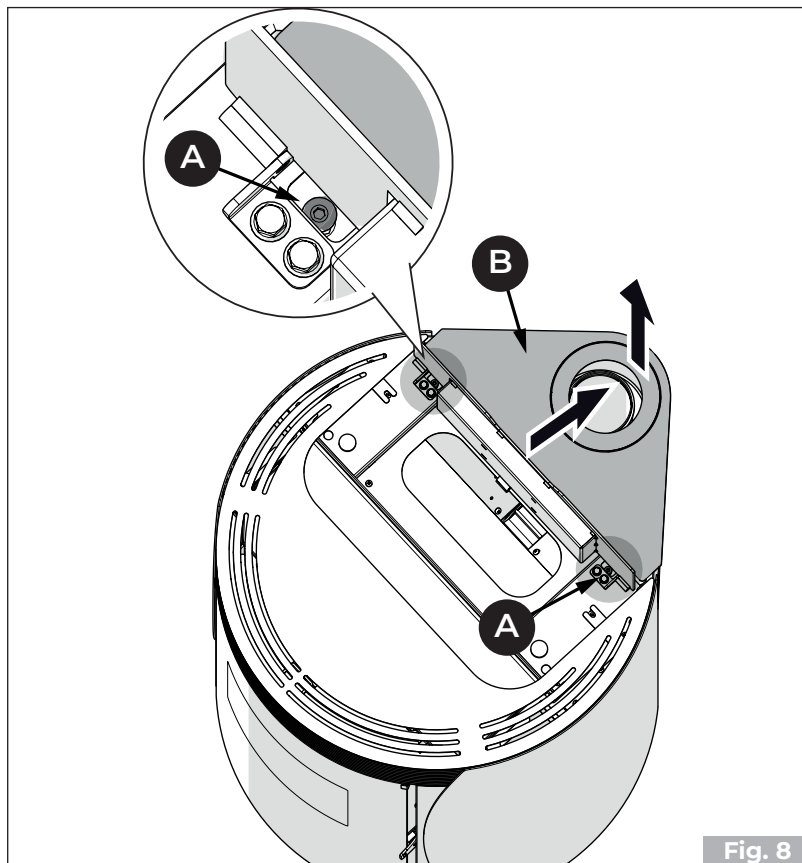

Fig. 8
- Afloje los tornillos **(A)** y extraiga la placa **(B)** **(Fig. 8)**